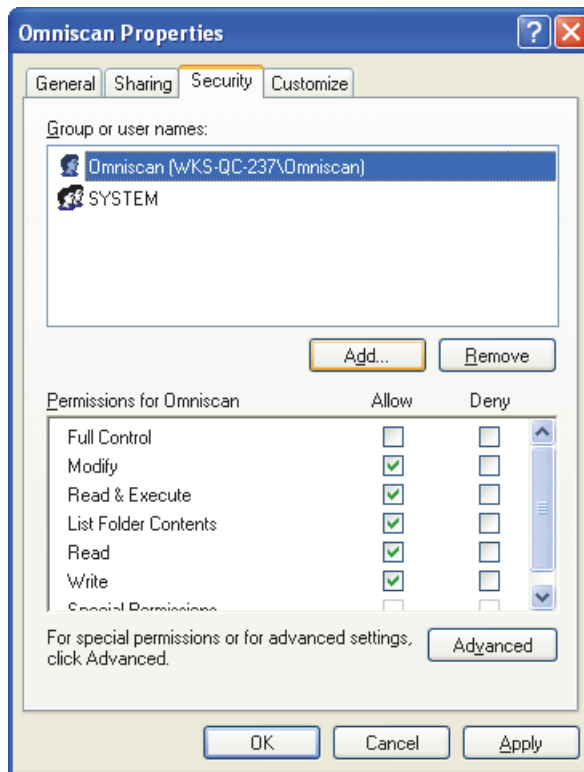

图 7-19 Omniscan 用户的安全权限
16. 返回到 **Omniscan Properties**（Omniscan 属性）对话框的 **Security**（安全）选项卡（参见第 209 页的图 7-19）：